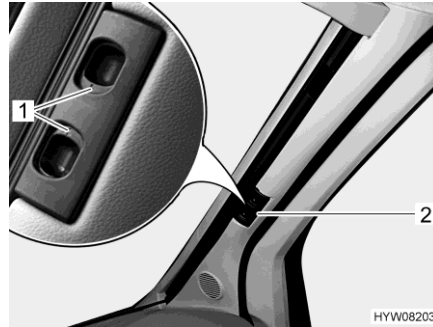

Fig. 41 Estor plegable para la luna delantera
- Empujar ambas mitades del estor plegable para la luna delantera en el tirador (Fig. 41,2) hacia afuera, hasta el tope. Al hacerlo, mover el tirador en posición horizontal en dirección a la escotadura de bloqueo.
- Dejar que engatillen los tiradores de desbloqueo (Fig. 41,1).